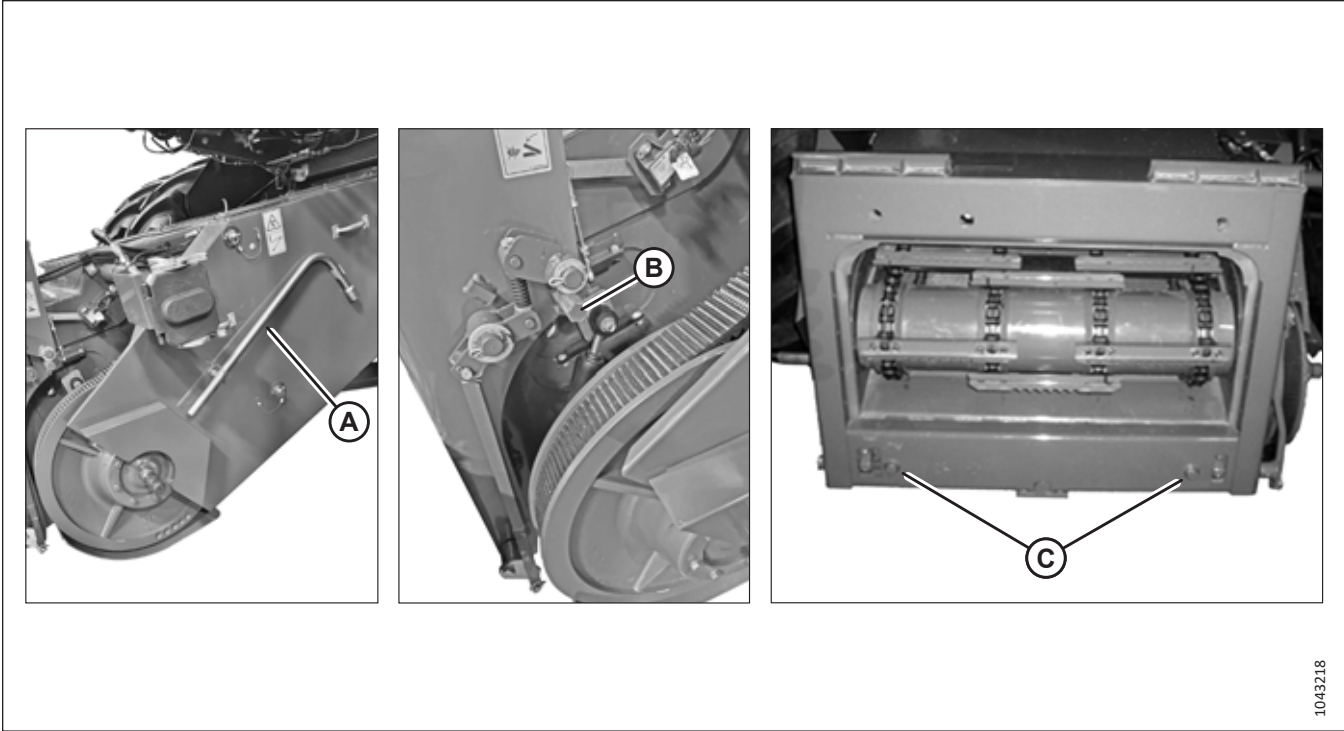

Figure 4.11: Convoyeur
3. Rapprochez lentement la plateforme jusqu'à ce que le convoyeur soit directement sous la traverse supérieure (A) du module de flottement.
Assurez-vous que les goupilles d'alignement (C) (voir figure 4.11, page 68) du convoyeur s'alignent avec les trous (B) dans le châssis du module de flottement.